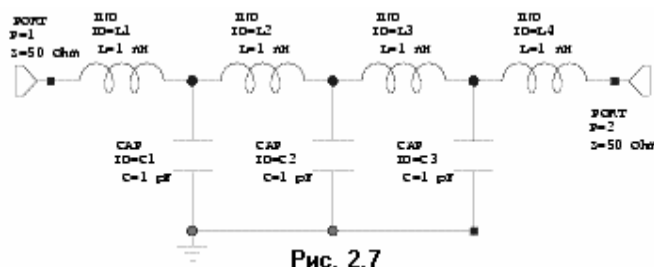

Рис. 2.7
- Повторите шаги 1 и 2, чтобы подключить порт к последней индуктивности, но после перемещения его в окно схемы, щёлкните два раза правой кнопкой мышки, чтобы развернуть его на 180 градусов, подведите к правой клемме последней индуктивности и зафиксируйте, щёлкнув левой кнопкой (см. рис. 2.7).
2. Двигайте курсор к схеме, поместите землю на нижней клемме конденсатора **C1** и зафиксируйте, щёлкнув левой кнопкой мышки (см. рис. 2.7).